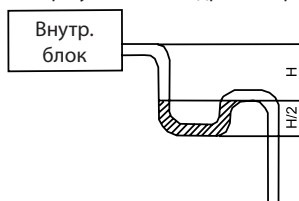

Рис. 17
- Интенсивный воздушный поток внутреннего блока может создать отрицательное давление и привести к обратному всасыванию наружного воздуха. Поэтому в дренажную трубу каждого внутреннего блока необходимо установить гидрозатвор U-образной формы (см. рис. 17).